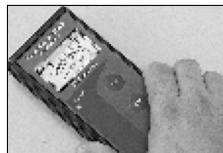

Figure 2
• **Humidimètre Tramec pour béton :** (Figure 2) La lecture ne doit pas dépasser 4,5 sur la graduation supérieure. (La figure 2 montre une lecture inacceptable de plus de 4,5.)